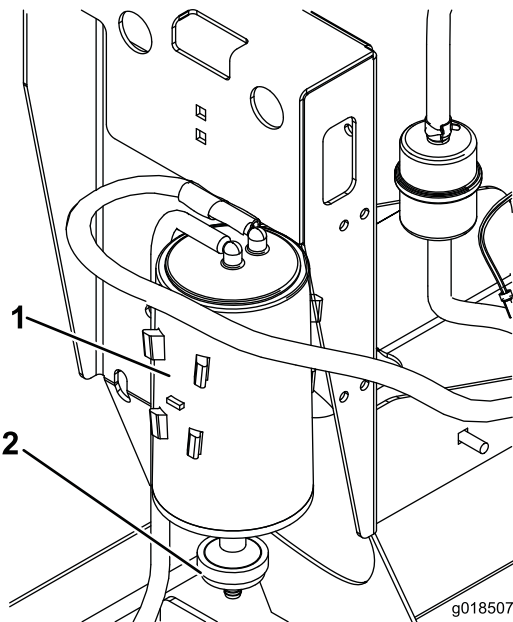

Figura 20
2. Retire y deseche el filtro de aire del cartucho de carbón (Figura 20).